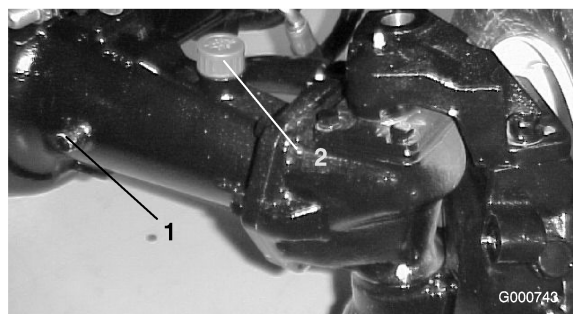

Figure 56
2. Retirez un bouchon de contrôle (Figure 56) à une extrémité du pont et vérifiez si le lubrifiant atteint le bas du trou. Si le niveau est bas, retirez le bouchon de remplissage (Figure 56)